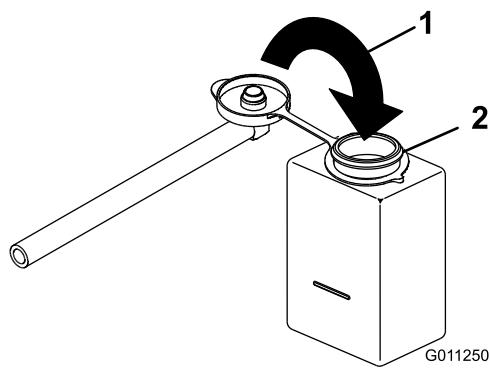

Figura 2
- Doble el tapón y encájelo a presión en el depósito (Figura 2). Asegúrese de que el tapón se cierra herméticamente y que sella el depósito de refrigerante.